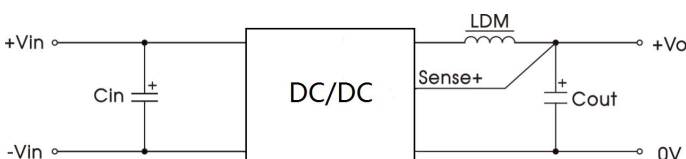

图 2
① Ctrl 控制引脚的电压是相对于输入引脚-Vin。
② 纹波噪声测试时具体操作方法参见图 2。
③ 过温保护形式为产品输出关断；
④ 使用 Trim 和 Sense 时，24VDC 输出型号需满足  $V_{in} \geq 34VDC$ ，36VDC 输出型号需满足  $V_{in} \geq 48VDC$ ；
⑤ 开关频率随输入电压和负载变化，范围在 110 - 750kHz 之间。
(1) 产品测试及应用时，请按照（图 2）推荐的测试电路进行；务必输入端外接一个电解电容  $C_{in}$ ，用于抑制输入端可能产生的浪涌电压，输出端外接一个电感和电解电容  $C_{out}$ ，用于输出滤波。
(2) 如果产品输入端并联瞬变能量较大的电路（如并联电机驱动电路），或会导致产品输入电压被拉低，此时关注产品输入电压的波动，建议适当增大输入端电解电容  $C_{in}$  的容值，以保障输入端电压稳定，避免输入电压低于欠压保护点导致产品重复启动的情况。
(3) 如需进一步减少输入输出纹波，可适当加大外接电容  $C_{in}$ 、 $C_{out}$  容值或选用串联等效阻抗值小的外接电容。